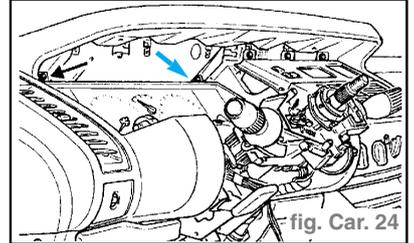

fig. Car. 24
- le tableau de bord (fig. Car. 24)